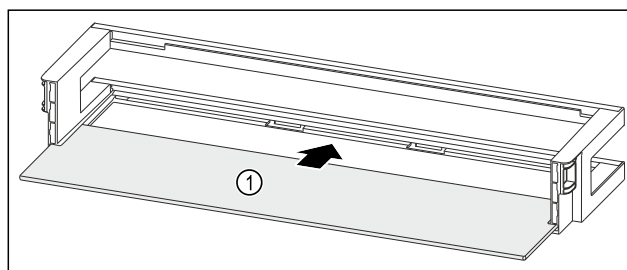

Fig. 232 Polica u vratima s policom za odlaganje
- Umetnite policu Fig. 232 (1) u bočna udubljenja.